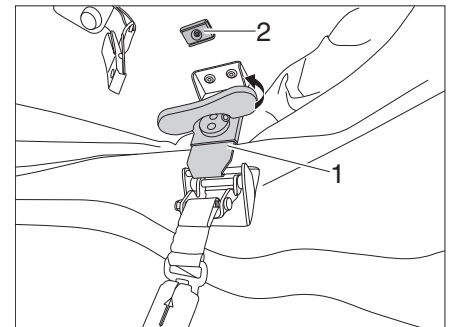
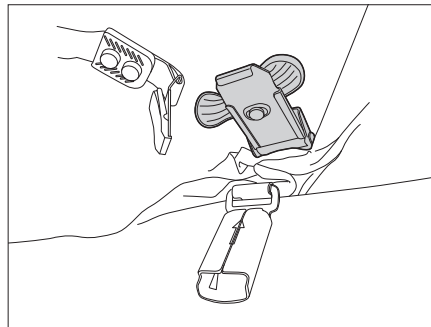

Figure 10 Desserrer les verrouillages
Figure 11 Fixer le verrouillage
- Installer les poignées tournantes des verrouillages de gauche et de droite (Figure 10,1) et les tourner dans le sens contraire des aiguilles d'une montre jusqu'à ce que les verrouillages soient desserrés.
- Rabattre la poignée tournante vers le bas et fixer le mécanisme de verrouillage à l'aimant (Figure 10,2) (Figure 11).